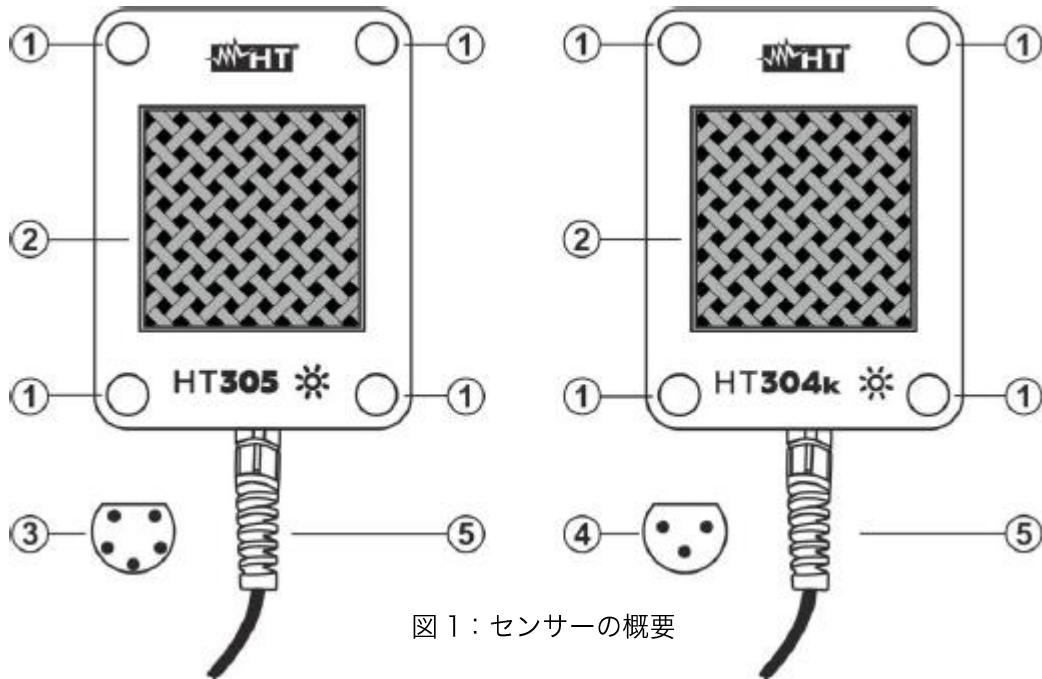

図 1：センサーの概要
4. リモートユニット SOLAR03（HT305の場合）またはリモートユニット SOLAR-02 または 3極コネクタを備えた測定器（HT304kの場合）に、コネクタ付きの接続ケーブルを接続します（図1の部品3および4を参照）。